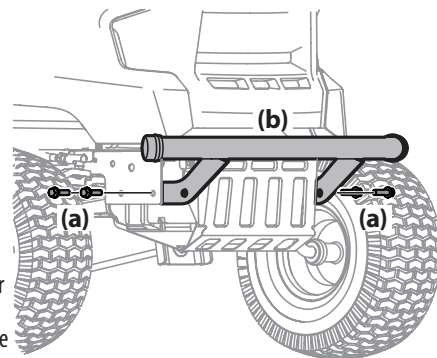

Figure 10
1. Retirez les quatre boulons (a) du pare-chocs (b). Voir Figure 10.
2. Placez les supports du pare-chocs à l'intérieur du châssis et fixez-les avec les boulons à bride (a). Couple de serrage à 37,5-45,75 N-m (332-405 in-lbs). Voir Figure 10.